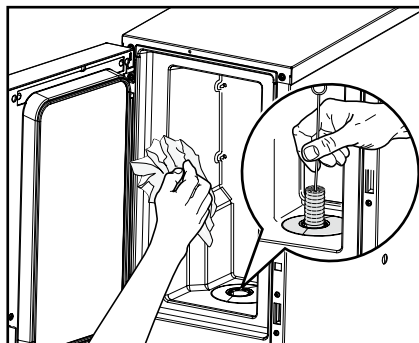

Bild 25
4. Gör rent kylfacket inuti med en ren, fuktig duk och doseringsöppningen med en borste (bild 25).